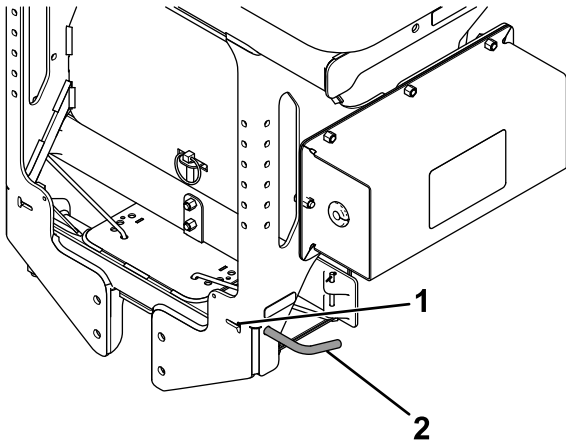

图 26
3. 向外拉甩盘弹簧销并将其锁定到定位器插槽中 **图 26**。